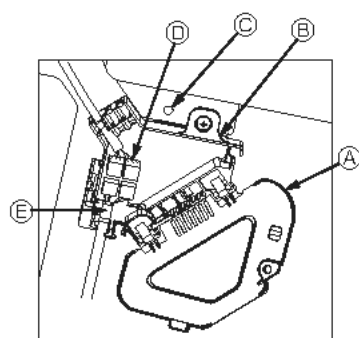

Fig. 10-8
- ① Снимите один винт, которым крепится крышка коннекторной коробки, а затем откройте крышку.
- ② Надежно подключите переходное соединительное устройство мотора дефлектора и соединитель провода мотора дефлектора панели в коннекторной коробке. (Fig. 10-8)
- ③ Закройте крышку коннекторной коробки.